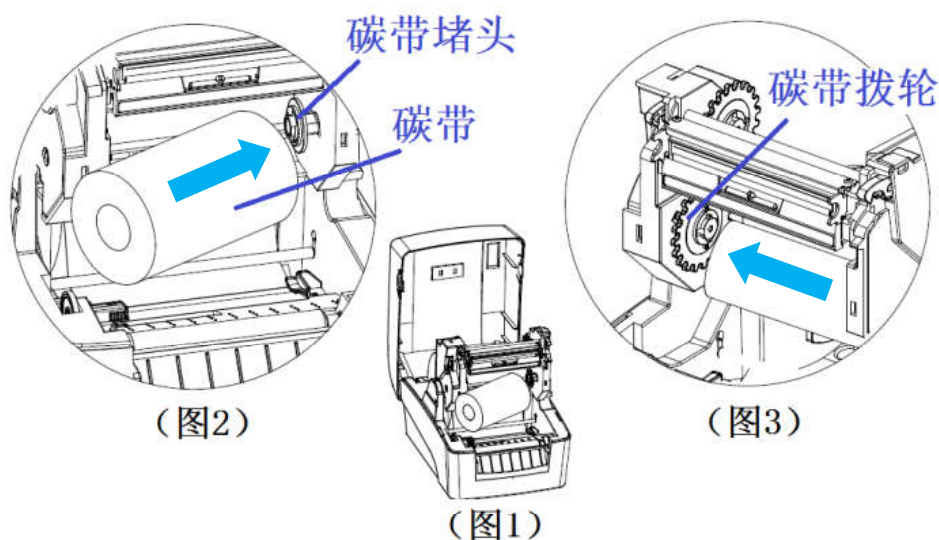

图 2.3.1
- ① 若碳带轴内径为 12.7mm(1/2 吋)操作方法如图 2.3.1 所示(请注意安装方向)，首先将碳带支撑架旋转打开至图 1 所示位置，将碳带按图 2 所示方向插入碳带堵头内，按图 3 所示将碳带另一端插入碳带拨轮内，向外轻拉碳带，感觉到存在弹性回收力，说明发放轴碳带安装完毕（见图 2.3.1）；